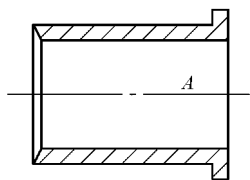
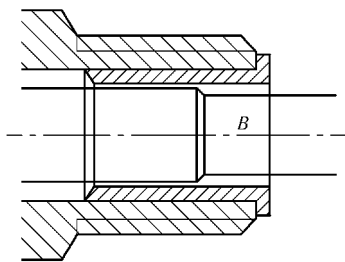

图 12-11 创建块“tlyg”(填料压盖)
图 12-12 插入填料压盖
8) 创建块“tlyg”(填料压盖), 以 A 点为基点, 如图 12-11 所示, 插入块“tlyg”至泵体主视图中, 插入点为 B 点, 如图 12-12 所示。